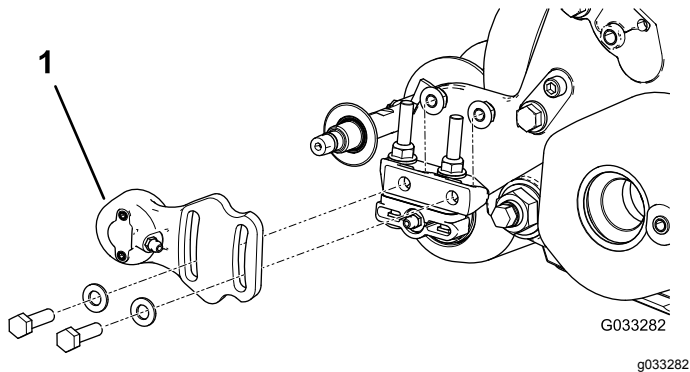
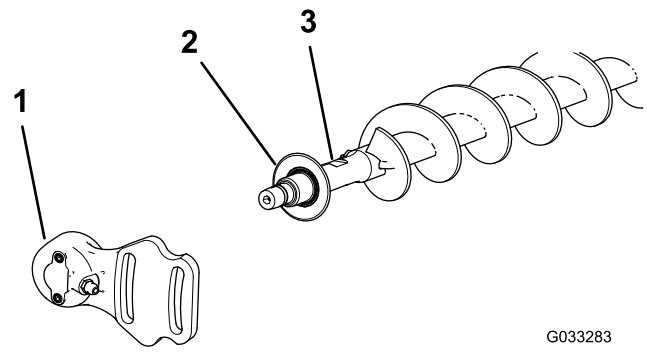

图17
图18
1. 如果滚刀组上安装有一个滚筒刷应拆下将非传动轴承座固定到轴承座安装支架图17和图18上的 2 个螺栓、垫圈和螺母。
2. 滑动非传动轴承座和防尘圈从刷轴上取下来图18。
9. 把防尘圈和非传动轴承座安装到刷轴上图18。